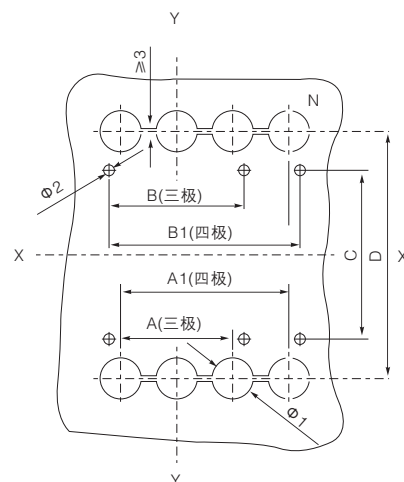

图3 CFM1E固定式板后接线
- 2) 固定式板后接线外形尺寸见图3，表10，安装板开孔尺寸见表11；